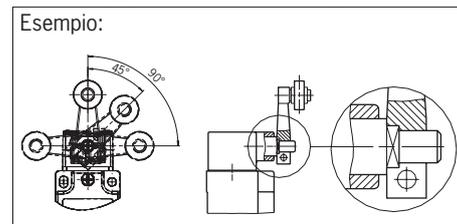

Fig. 2: Regolazione verticale dell'azionatore
- ▶ L'azionatore (leva girevole) deve essere fissato con accoppiamento meccanico. Gli elementi plurilaterali sull'azionatore e sull'albero motore devono fare presa uno con l'altro (vedere Fig. 2).